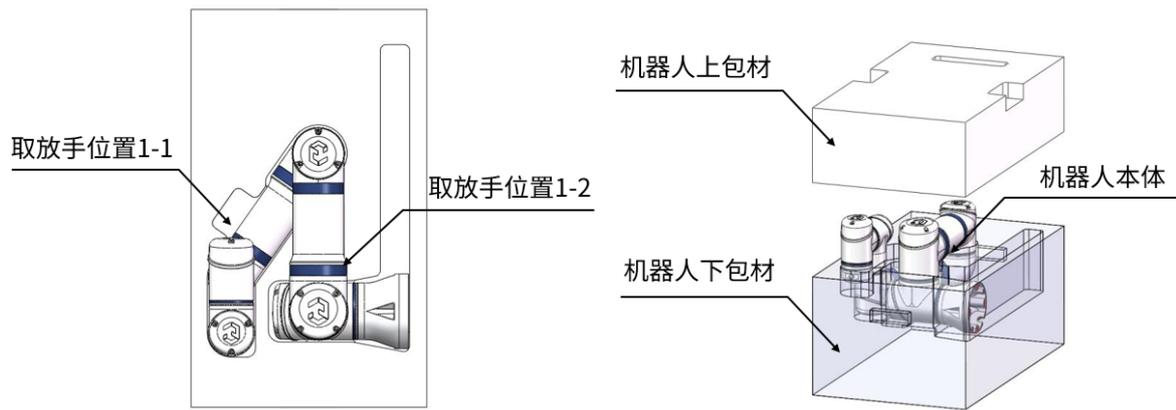

图 6-2: 机器人打包图 2
2. (A1:180°、A2: -180°、A3: 145°、A4: -55°、A5: 180°、A6: -45°)，如图 6-2所示。